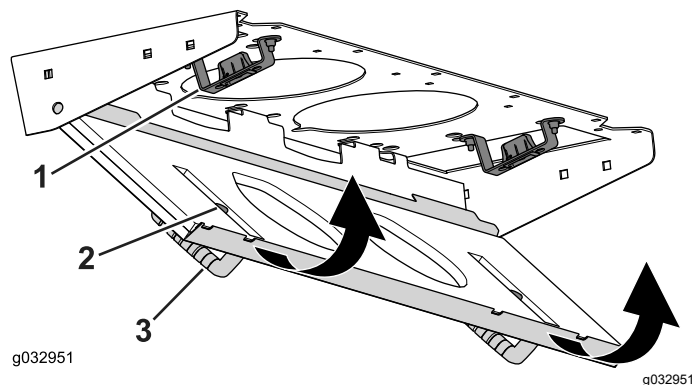

Figure 132
4. Faites pivoter le filtre sur les languettes jusqu'à ce que le pêne s'enclenche dans la gâche (Figure 132).